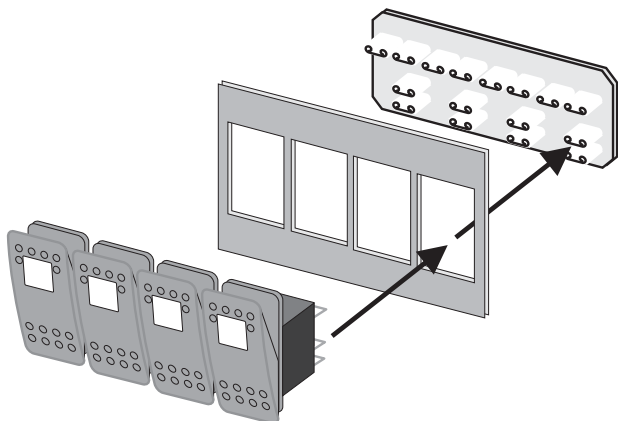

Abbildung 5: Montage der Schalter
2. Die Schalterkontakte fest in die Buchsen drücken, siehe Abbildung 5.